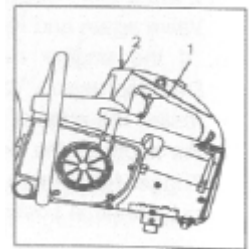

Fig. 8
- II. Lorsque la tronçonneuse est prête pour le travail de coupe, **appuyer sur la manette de gaz (3)** pour accélérer le moteur. Lorsque la vitesse dépasse 3700 ± 100 tpm, la lame commence à tourner et la vitesse augmente. Lorsque la vitesse de la lame est élevée et stable, vous pouvez commencer à déplacer la scie doucement vers l'objet à couper. Une fois que les bords de coupe entrent en contact avec l'objet, augmenter légèrement la pression de la scie jusqu'à ce que la lame atteigne la profondeur souhaitée. Tenir enfin fermement la machine en toute sécurité et la déplacer dans un mouvement rectiligne pour effectuer la coupe.
4. Arrêt d'urgence (Réf. Fig.8)